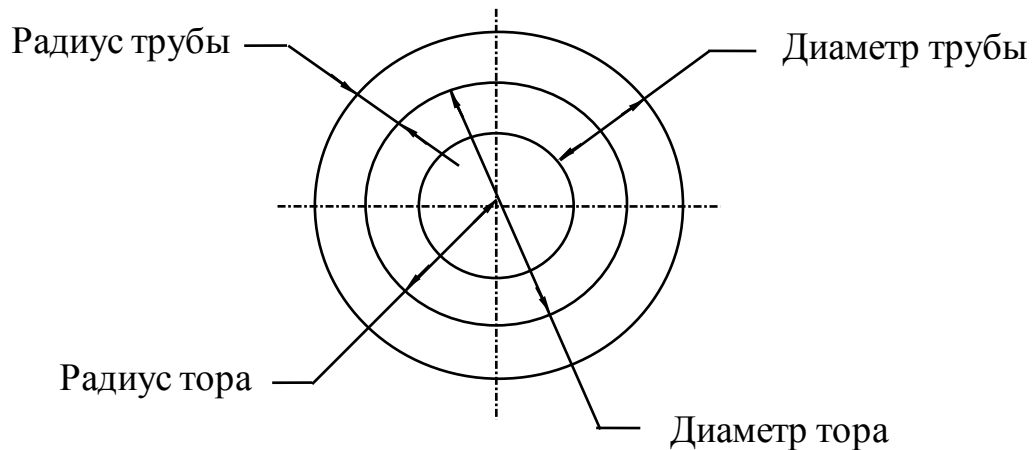
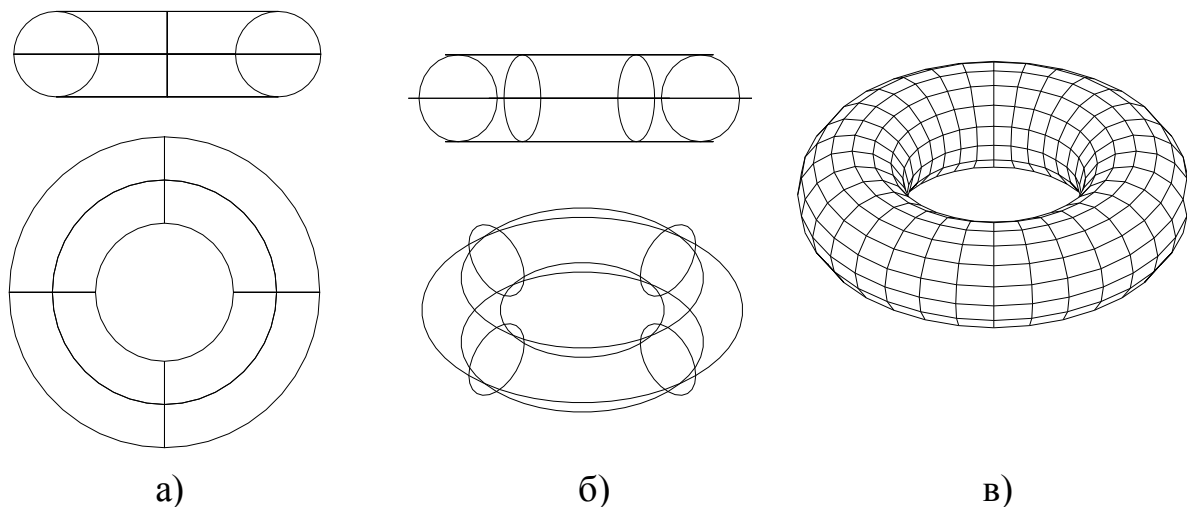

Рис. 100
Рис. 110
Radius (Радиус) для задания размеров тора выбирается автоматически при указании точки или вводе положительного ненулевого значения радиуса трубы (значение радиуса, т.е. расстояние от центра тора до центра трубы, может быть отрицательным или положительным, но не равным нулю), после чего также следует запрос о размерах трубы (рис. 100).
6. Команда **TOPUS (TOP)** позволяет создавать твердотельный тор (рис. 110). Тор строится параллельно плоскости $X-Y$.
Вводим радиусы тора и трубы (рис. 100), получаем его изображение (рис. 110, а). Используя команду **VPOINT (ТЗРЕНИЯ)**, опцию **FRONT (ВПЕРЕД)**, рис. 110, а, и **SE ISOMETRIC (ЮЗ ИЗОМЕТРИЯ)**, рис. 110, б, а также команду **HIDE (СКРЫТЬ)**, рис. 110, в, получим следующие виды (рис. 110):